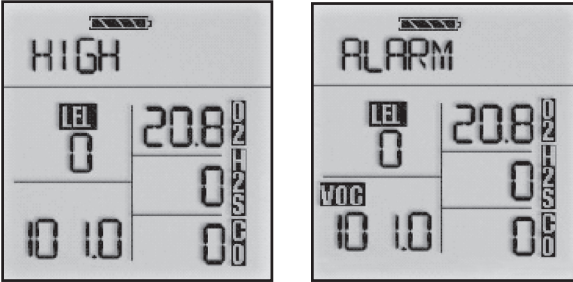

Figura 10:
4.1.2 Rivelazioni di gas tossico e VOC (Figura 10)